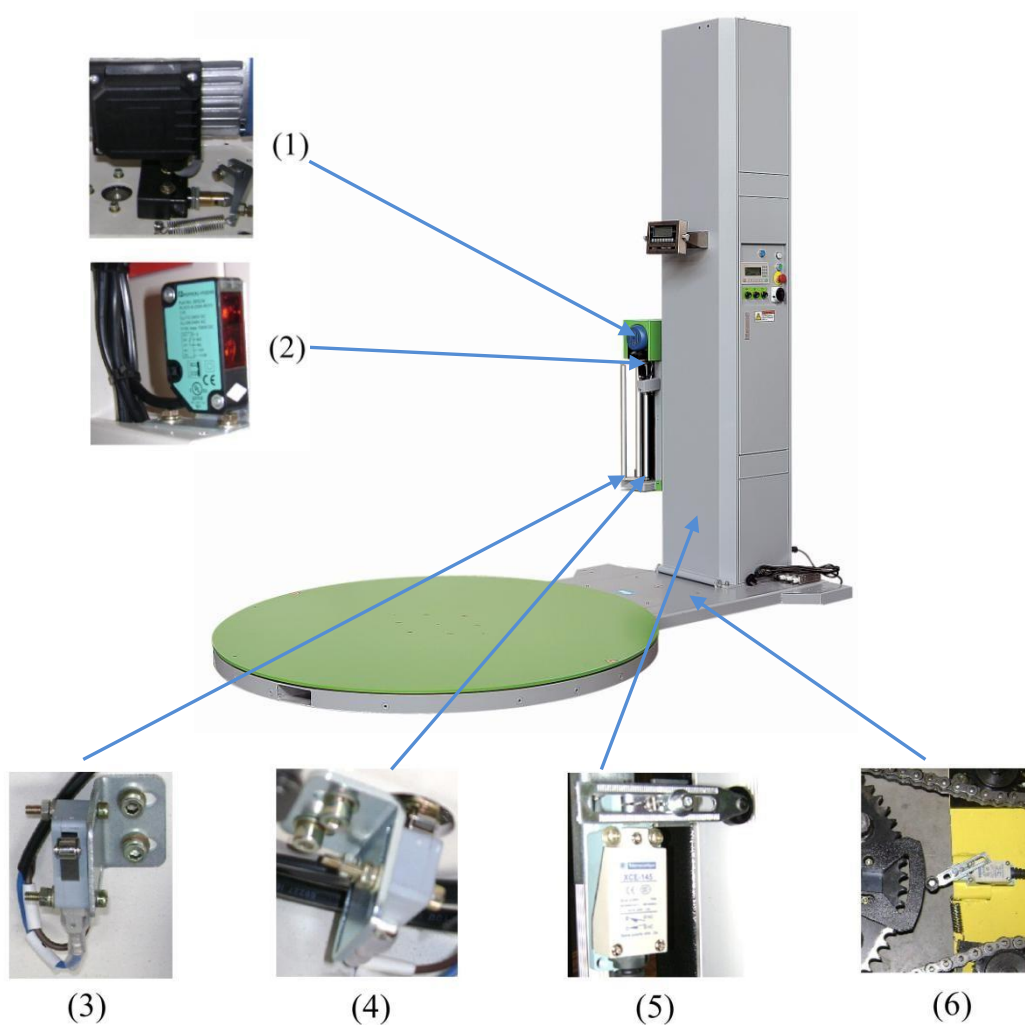

Рис.7
7. Верхний защитный переключатель хода (рис. 7)